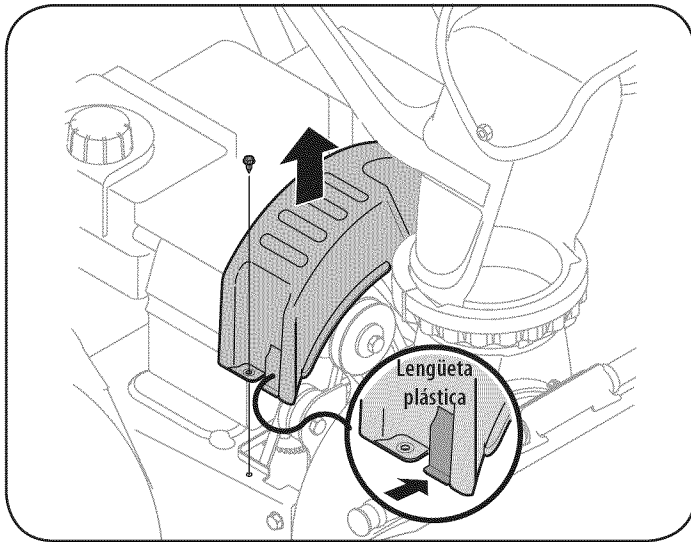

Figure 36
3. Retire el tornillo autorroscante que se muestra en la Figure 36, y presione las lengüetas plásticas para soltar la cubierta de la correa. Tire de la cubierta de la correa hacia arriba y hacia afuera sacándola de alrededor del motor y el montaje del canal. Déjela separada y guárdela.